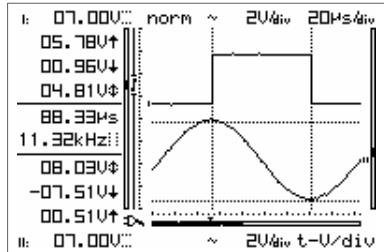
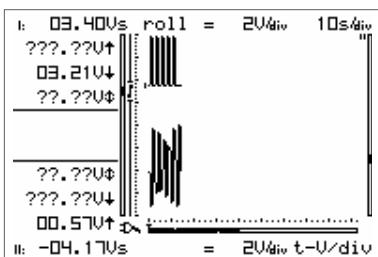

Fig 54
Fig 57
**"norm"**= Normal trigger: a triggering (or manual trigger) must occur before the sample memory is filled. Use this mode when you want to start displaying the signal when it reaches a preset threshold value. (**Fig 54**)
**"roll"**= Roll-mode is available for timebases of 10s/div or slower. Sampling is continuous and the screen starts rolling as soon as it is full. Use this position for "recording" slow moving dc signals. (**Fig 57**)
**"norm"** = Normale triggering: de triggering (of manuele trigger) moet gebeuren voor het bemonsteren start. Gebruik deze positie als men het signaal wil weergeven bij het bereiken van een bepaald niveau. (**Fig 54**)
**"roll"** = Roll stand is beschikbaar voor tijdsbasisen van 10s/div en trager. Bemonstering is continu en de rolbeweging begint wanneer het signaal het hele schem bezet. Gebruik deze positie voor het opnemen van traag lopende DC signalen. (**Fig 57**)
**"norm"**= Synchronisation Normale : L' acquisition des échantillons démarre dès le déclenchement automatique ou manuel de la base de temps. Utilisez cette position si vous souhaitez faire apparaître le signal à l'écran à partir d'un niveau donné. (**Fig 54**)
**"roll"** = Le mode "Roll" est limité aux vitesses de balayages de 10s/div. ou moins. L'échantillonage est permanent et, une fois l'écran rempli, l'affichage commence à défiler horizontalement. Utilisez ce mode pour "enregistrer" des signaux continus dont la valeur évolue lentement. (**Fig. 57**)
- Pour les vitesses de balayage de 0,1s/div. ou moins, le couplage d'entrée se fait seulement en continu (DC).
**"norm"** = Normaler Triggermodus: Eine Triggerung muss stattfinden, bevor der Speicher voll ist. Verwenden Sie diesen Stand, wenn Sie das Signal auf dem Bildschirm erscheinen lassen wollen sobald es ein bestimmtes Niveau erreicht hat (**Abb.54**)
**"once"** = Sampling fängt nach der 'Triggerung' an, wenn vollendet, wird das mittels eines Häkchens wiedergegeben (1). Sie können die 'Triggerung' erneut starten, indem sie auf die 'manual/restart'-Taste drücken. Verwenden Sie diesen Modus um z.B. einen Störimpuls zu detektieren. (**Abb 56**)
**"roll"** = Der Roll Modus ist bei Zeitbasen 10s/div oder weniger möglich. Es wird kontinuierlich aufgenommen. Der Bildschirm wird verschoben, sobald die Welle sein Ende erreicht. Benutzen Sie diese Einstellung um langsame DC Signale darzustellen. (**Abb. 57**)
L'écran n'affiche le signal que lorsqu'il détecte un flan positif, c.-à-d. que le signal doit aller de bas en haut pour provoquer le démarrage. (**Fig. 54**)